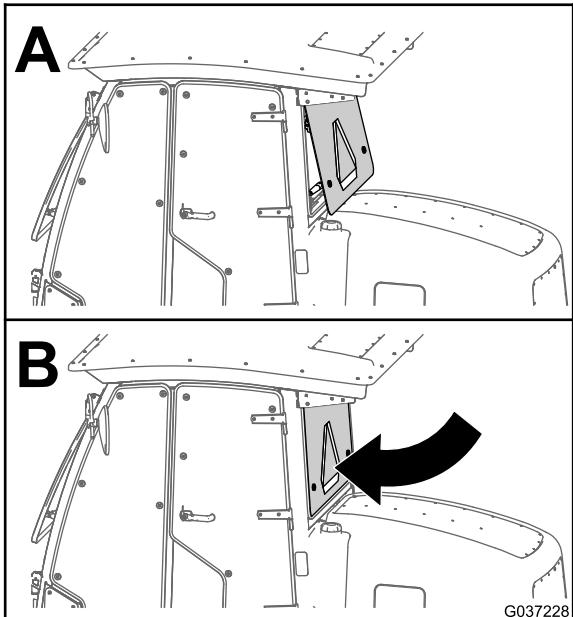

Figura 72
1. Feche a janela traseira da cabina (Figura 72).